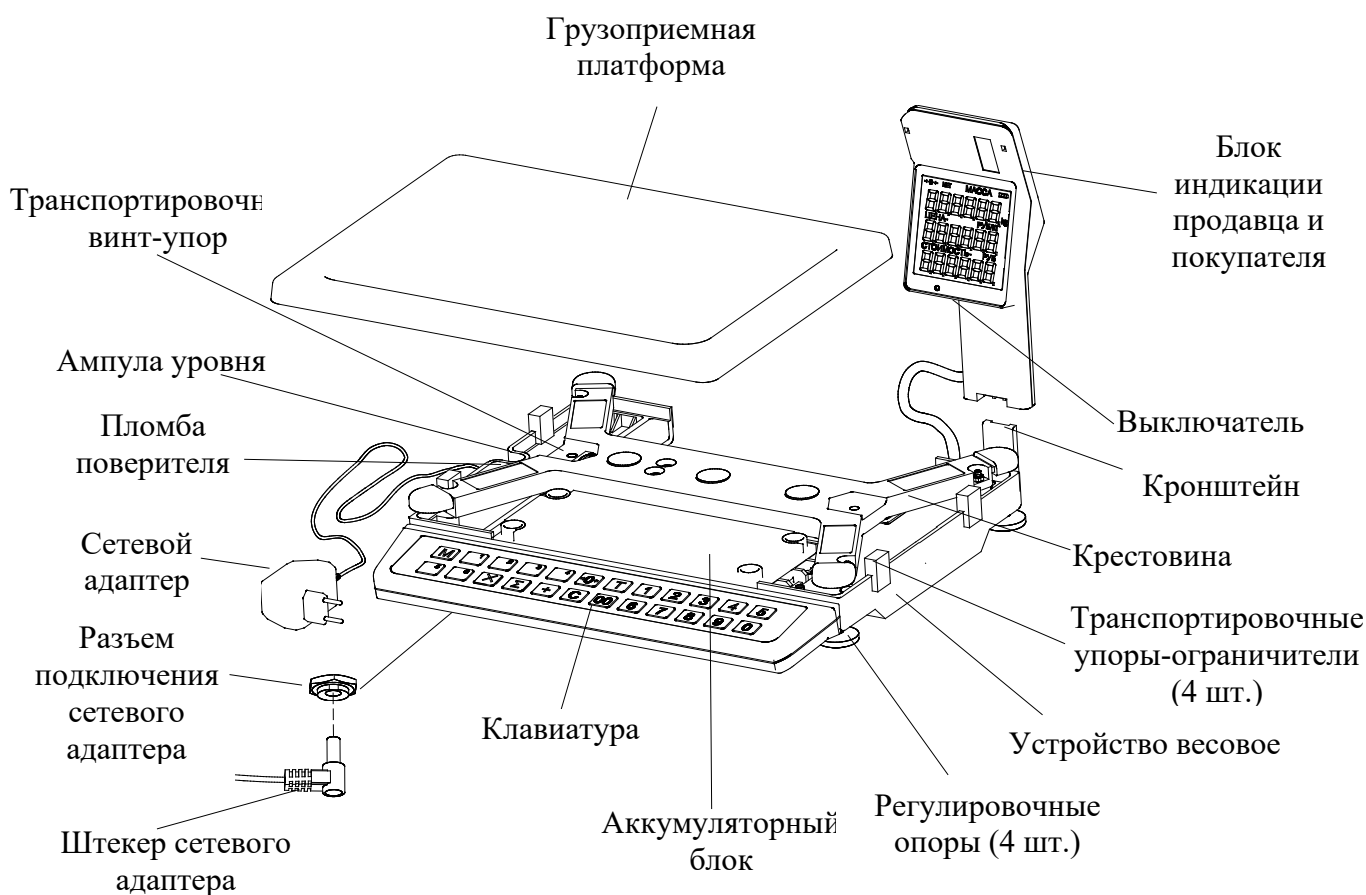

Рисунок 1 – Конструкция весов
3.3.2 Перед первым использованием весов требуется зарядить аккумулятор. Для этого подключите штекер сетевого адаптера к разъему на обратной стороне весов (см. рис.1), а затем подключите адаптер к сети. На весах должен загореться индикатор подключения сети (см. табл. 5).
Подключить штекер сетевого адаптера к весам (рис.1), а адаптер к сети. Засветится индикатор сети.